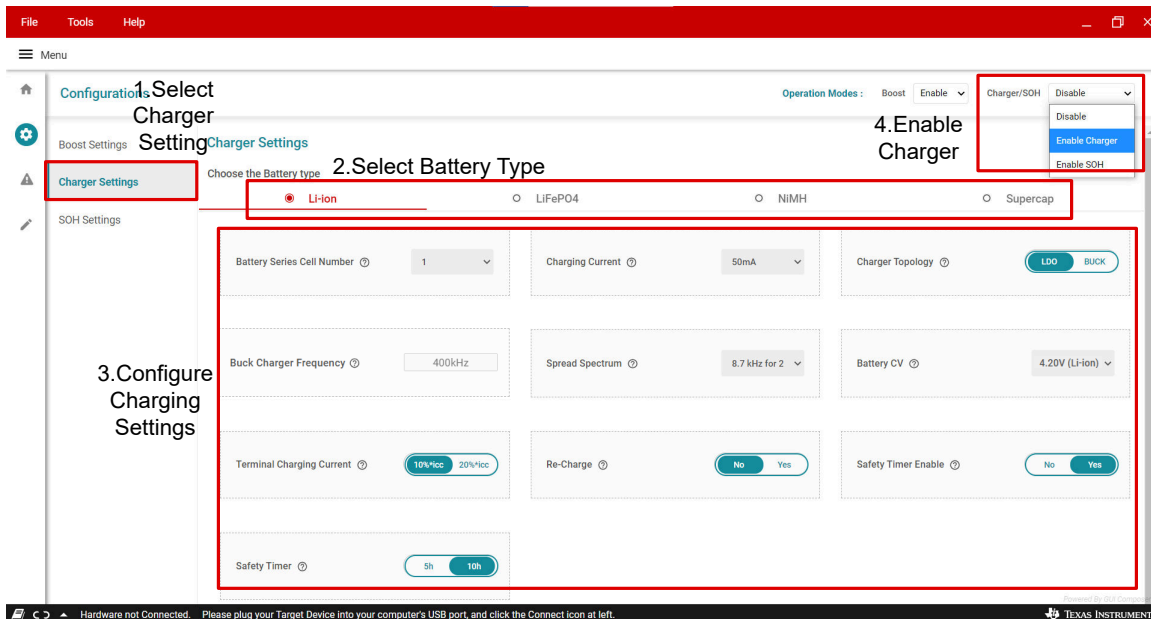

图 3-4. 充电器设置表
5. 单击 **充电器设置** 按钮，切换到充电器设置表（请参阅图 3-4）。默认情况下，将充电器设置为锂离子模式。根据设计目标设置充电器模式电池类型、电池数量、CC 电流等。